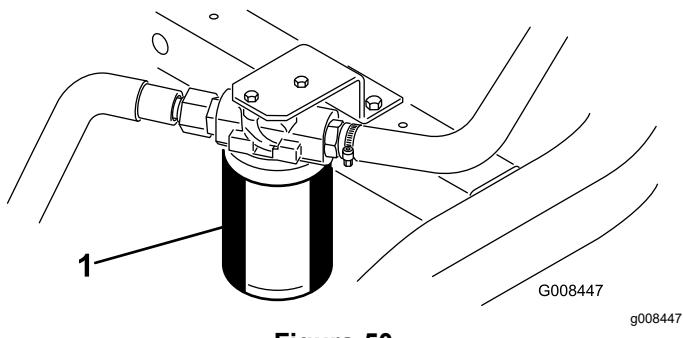

Figura 50
- Pulite la superficie circostante il filtro (Figura 50). Collocate una bacinella di spурgo sotto il filtro e togliete il filtro.